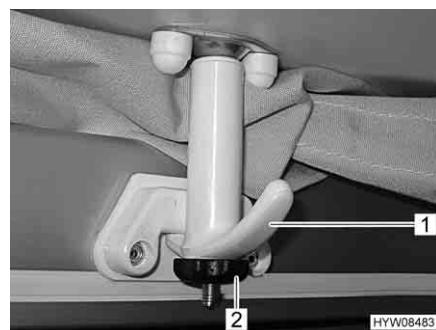

Fig. 24 Tenditore bloccato
- Bloccaggio:* ■ Serrare la vite a testa cilindrica zigrinata (Fig. 24,2) sui due tenditori anteriori (Fig. 24,1). Il tetto sollevabile risulta così bloccato e non può sollevarsi.